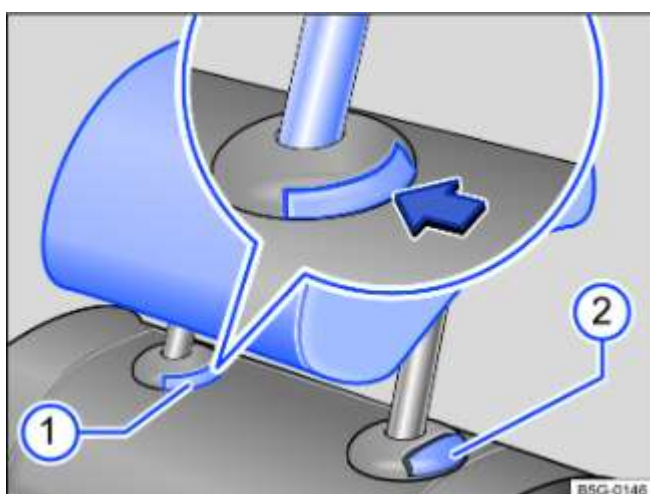

Fig. 77 Appuie-tête arrière : dépose
- Appuyez sur la touche → Fig. 77 ① sur le guide d'appuie-tête.
- Appuyez en même temps sur la touche ② pendant qu'une deuxième personne retire complètement l'appuie-tête.
- Abaissez l'appuie-tête en maintenant la touche → Fig. 77 ② enfoncée.